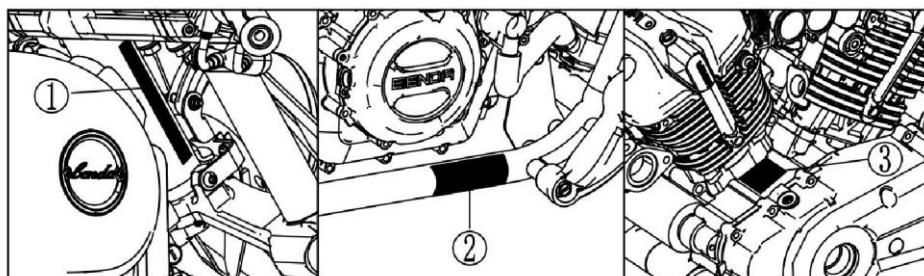

Рис. 1 Расположение заводской таблички, номера VIN и номера двигателя
1.2 Расположение табличек (Рис. 1)
- ① Номер рамы мотоцикла (VIN): находится на правой стороне рулевого стакана рамы;
- ② Заводская табличка: находится на правой нижней трубе рамы;
- ③ Номер двигателя: на левой стороне картера